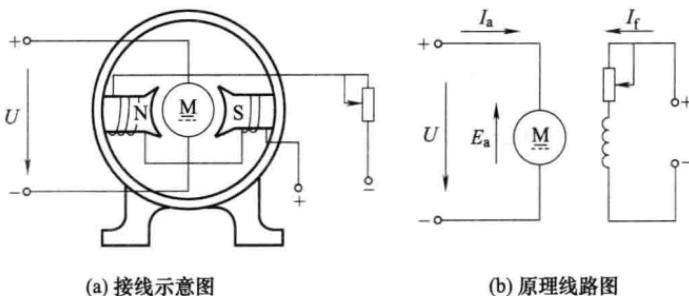

图 1-4 他励直流电动机
① 他励直流电动机 他励直流电动机是指主磁极磁场绕组的励磁电流由其他的直流电源供电，与电枢电路没有电的联系，如图 1-4 所示。他励直流电动机的励磁电流由励磁电源电压及串联的调节电阻的大小决定，调节电阻值的大小可以调节励磁电流。